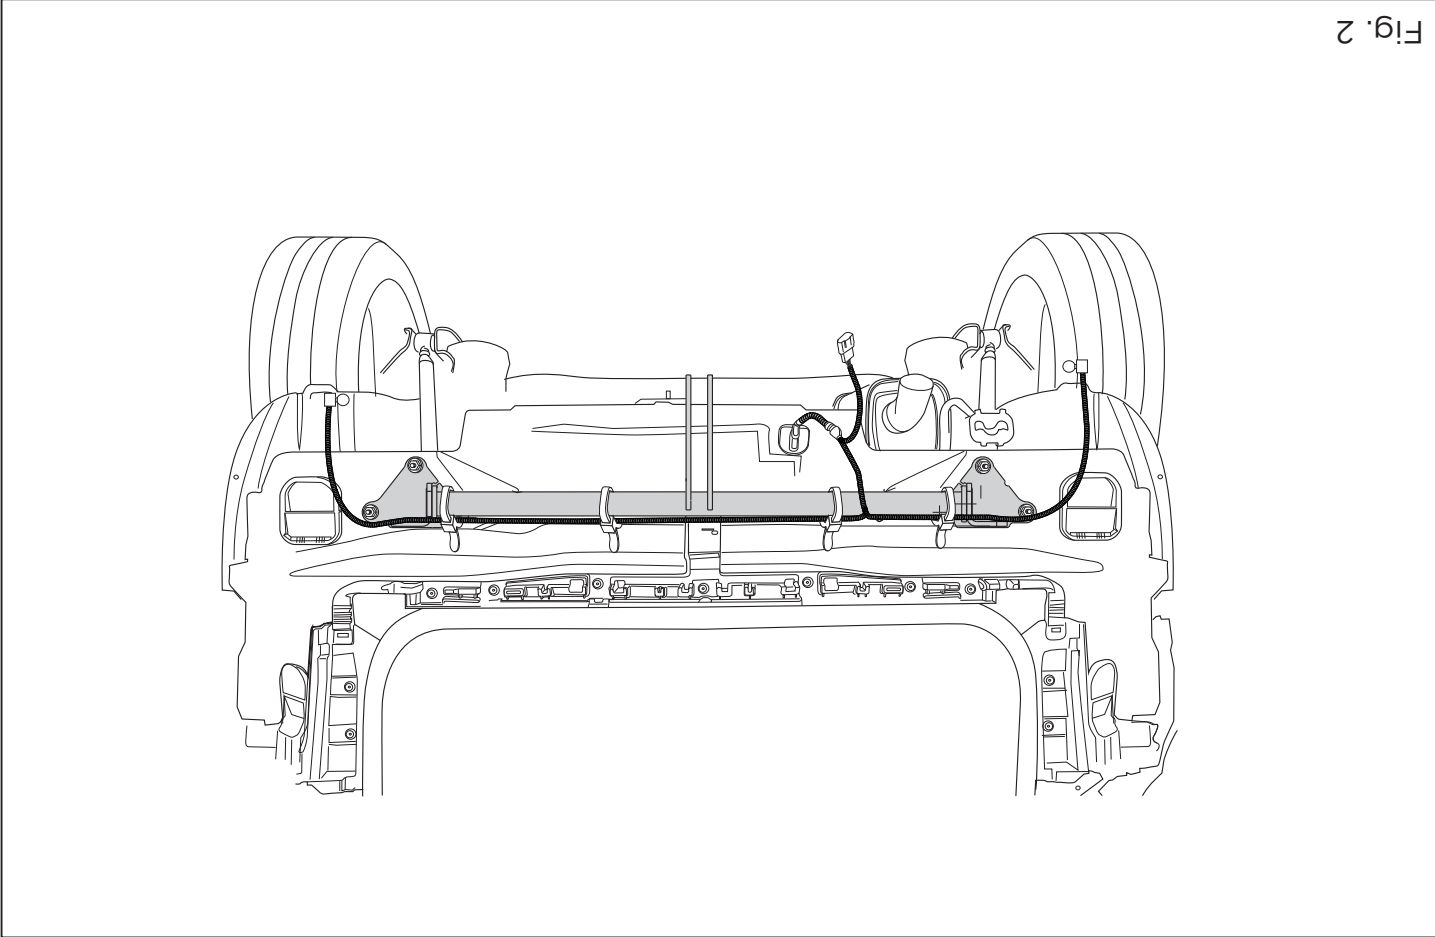

Fig. 2
10. Attach the cables with tie-wraps. See figure 2.
10. Die Kabel mit Kunststoffklemband festbinden. Siehe Abbildung 2.
10. Lier les câbles ensemble avec des attaches en plastique). Voir la figure 2.